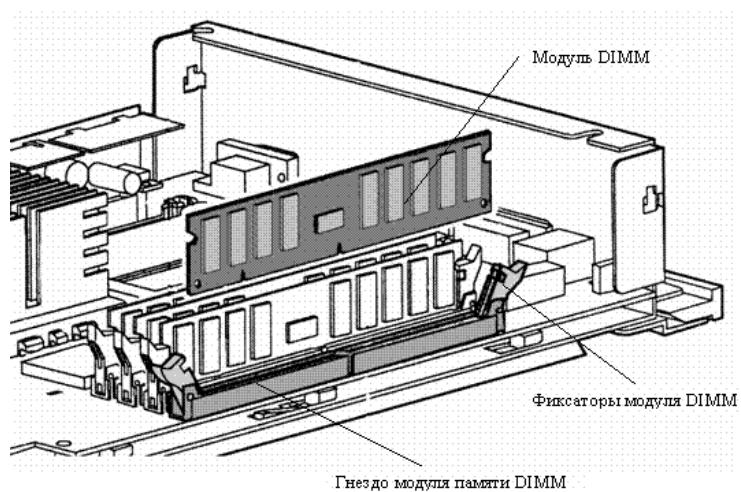

Рисунок 3.9 Установка модуля памяти DIMM
- c. Надавите на верхнее ребро модуля памяти, так, чтобы он плотно вошел в гнездо и сомкнулись защелки, фиксирующие модуль в гнезде. Защелки DIMM находятся в прижатом состоянии, когда модуль вставлен в слот, и откинуты в стороны, когда модуль вынут (рисунок 3.9)